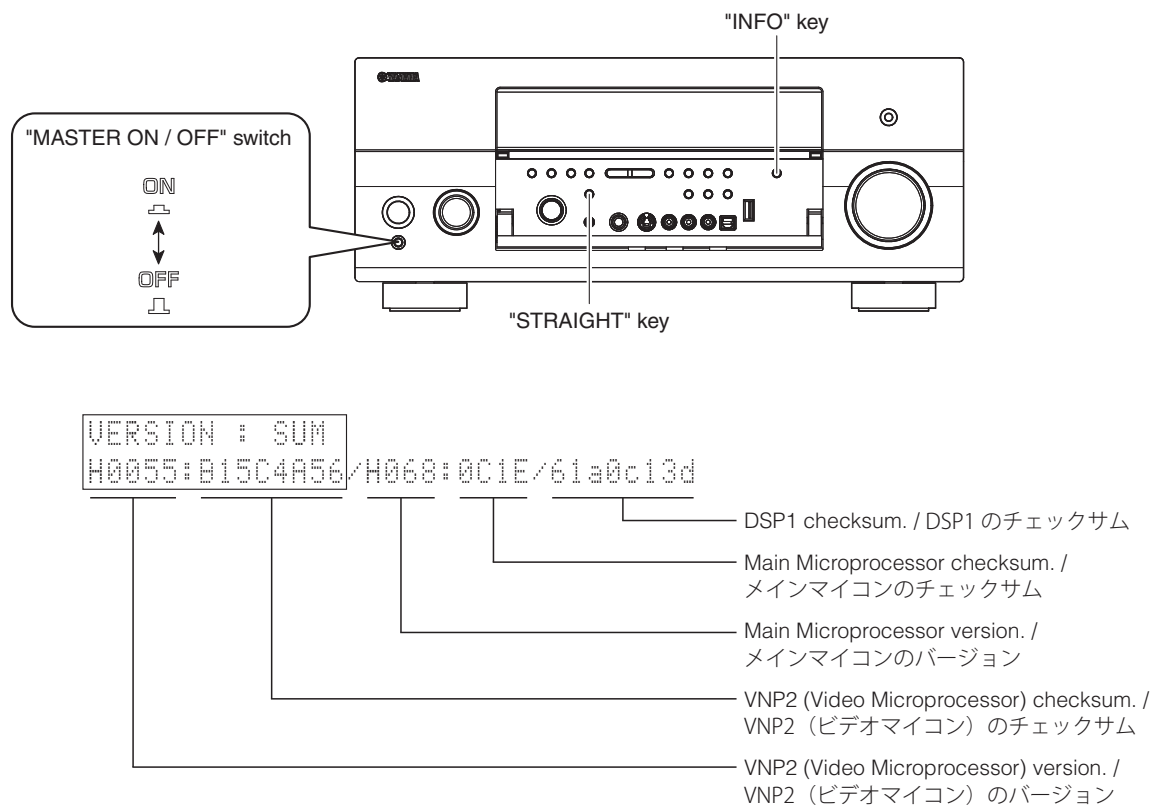

Fig. 3
1. Press the "MASTER ON/OFF" switch inward to the ON position while pressing the "STRAIGHT" key of this unit. Then the ADVANCED SETUP mode is activated. (Fig. 3)
2. Keep pressing the "INFO" key of this unit for about 3 seconds. (Fig. 3)
1. 本機の "STRAIGHT" キーを押しながら "MASTER ON/OFF" スイッチを押して ON にし、アドバンスドセットアップモードを起動します。(Fig. 3)
2. 本機の "INFO" キーを約 3 秒間押し続けます。(Fig. 3)